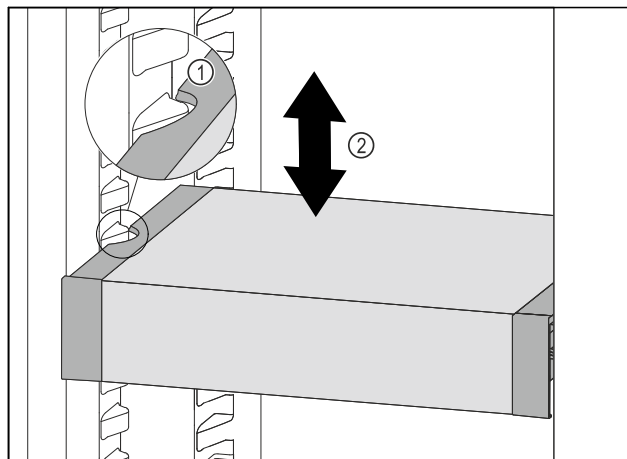

Fig. 82
- ▶ Tirer le VarioSafe vers l'avant jusqu'à ce que les encoches latérales du VarioSafe soient à la hauteur de la nervure du bac dans la partie réfrigérateur. Fig. 82 (1)
- ▶ Déplacer le VarioSafe vers le haut ou vers le bas dans la partie réfrigérateur jusqu'à ce que la hauteur souhaitée soit atteinte. Fig. 82 (2)